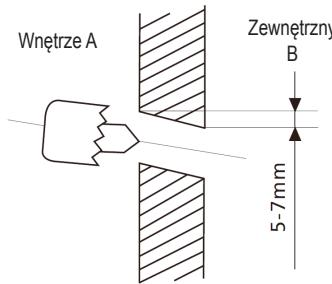

fig. 11 -
5. Wykonać otwór Ø65 mm (lub Ø90 mm w zależności od modelu) w ścianie ("fig. 11 -"), z lekkim spadem w kierunku na zewnątrz. Rozpocząć wiercenie od jednej strony w ścianie (A) i zakończyć od przeciwnej strony (B), aby nie dopuścić do uszkodzenia ściany.